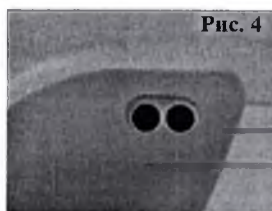

Рис. 4
Замена плавких предохранителей «б» (Рис. 4) в модели с трансформатором (см. описание частей)
- Отвинтить колпачки «б» на дверке трансформатора (Рис. 4).